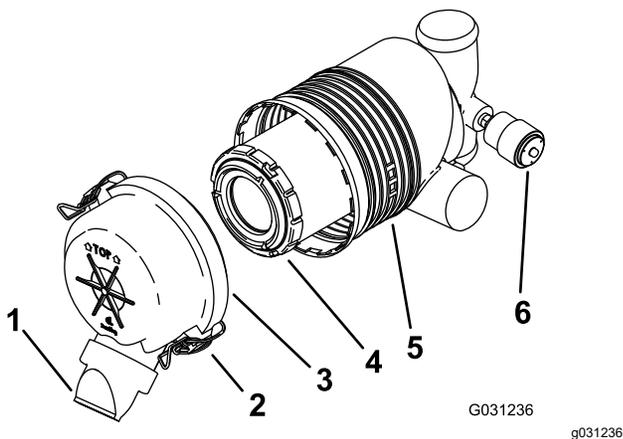

Figura 41
Importante: Substitua o filtro de ar apenas quando o indicador de manutenção ficar vermelho (Figura 41). Mudar o filtro de ar antes de ser necessário apenas aumenta a possibilidade de entrar sujeira no motor quando se retira o filtro.
5. Liberte os trincos do filtro de ar e puxe a cobertura para fora do corpo do filtro (Figura 41).
- Se o indicador de serviço estiver transparente, instale a cobertura do filtro de ar com o tampão antipoeira orientado para baixo e fixe os trincos (Figura 41).
- Deslize suavemente o filtro para fora do corpo do filtro (Figura 41).
- Instale cuidadosamente o filtro (Figura 41).
- Instale o tampão do filtro de ar com o tampão antipoeira virado para baixo e prenda os trincos (Figura 41).